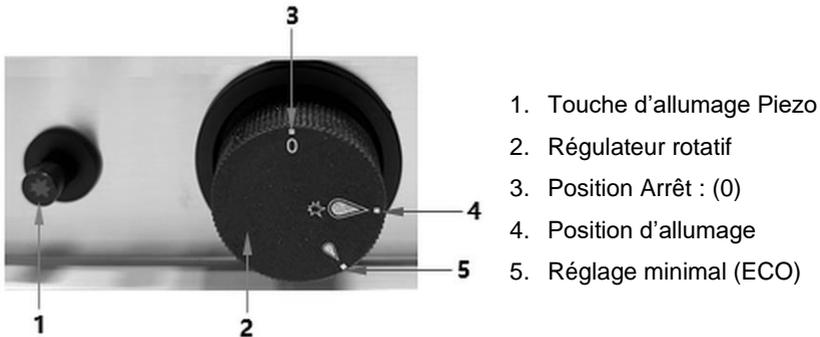

Fig. 5
1. Tourner le régulateur rotatif (2, fig. 5) sur la position d'allumage (4).
2. Appuyer sur le régulateur de gaz (2) et le maintenir pressé.
3. Appuyer plusieurs fois sur la touche d'allumage piézo (1) jusqu'à ce que le brûleur s'allume.